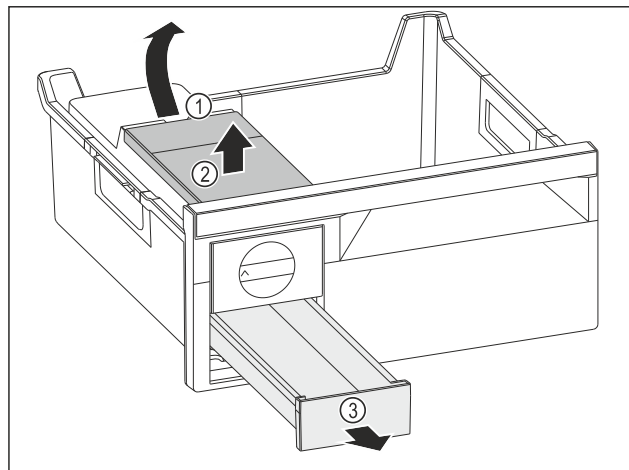

Fig. 182
- ▶ Watertank wegnemen: Watertank bij de uitsparing Fig. 182 (1) optillen.
- ▶ Watertank Fig. 182 (2) naar boven toe wegnemen.
- ▶ Ijsblokjesvak Fig. 182 (3) naar voren toe wegnemen.